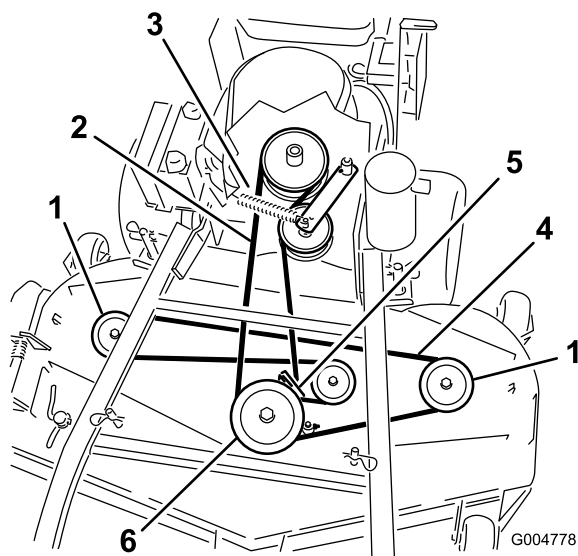
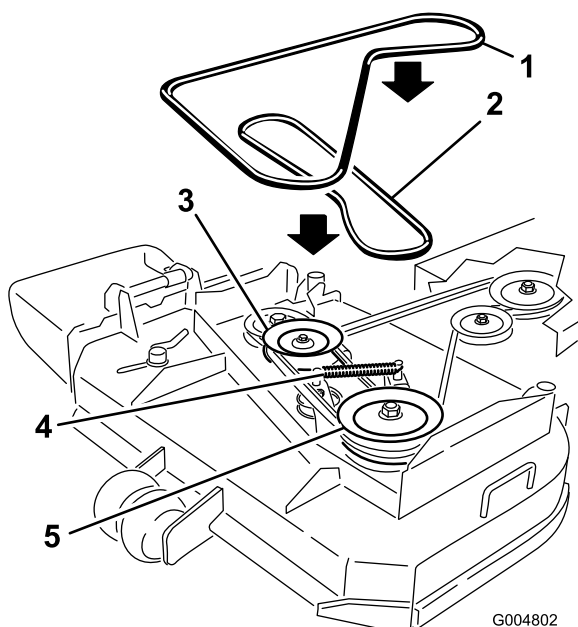

Figura 48
Figura 49
6. Desconecte el muelle del brazo de la polea tensora para aliviar la tensión de dicho brazo y de la polea tensora; retire la correa del cortacésped desgastada (Figura 48 o Figura 49).
7. Instale la nueva correa del cortacésped alrededor de las dos poleas exteriores de los ejes, la polea tensora y en la ranura inferior de la polea doble de los ejes (Figura 48 o Figura 49).
8. Conecte el muelle del brazo de la polea tensora (Figura 48 o Figura 49).
10. Ajuste la guía a 3 mm (1/8 pulg.) de la correa (Figura 48 o Figura 49).